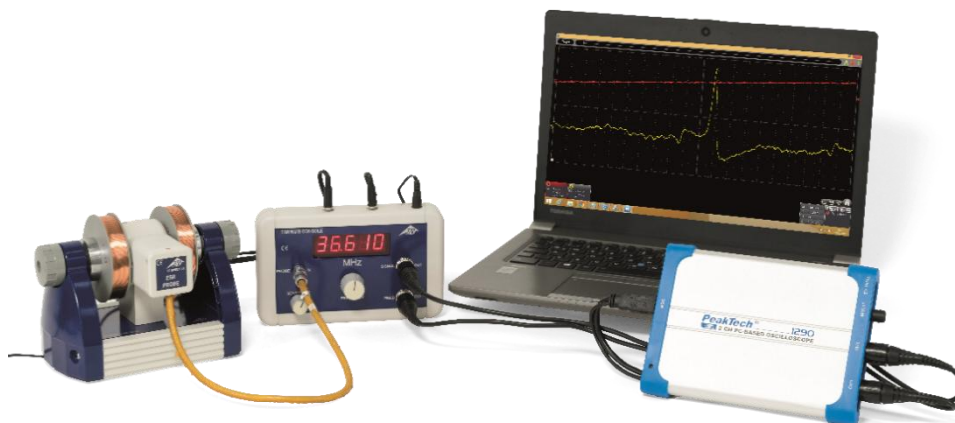

Fig. 3 : Montage expérimental pour RPE avec un oscilloscope pour PC
- Connectez la sortie « SIGNAL OUT » de l'unité de commande au canal 1 de l'oscilloscope et la sortie « FIELD OUT » au canal 2 (voir fig. 3).